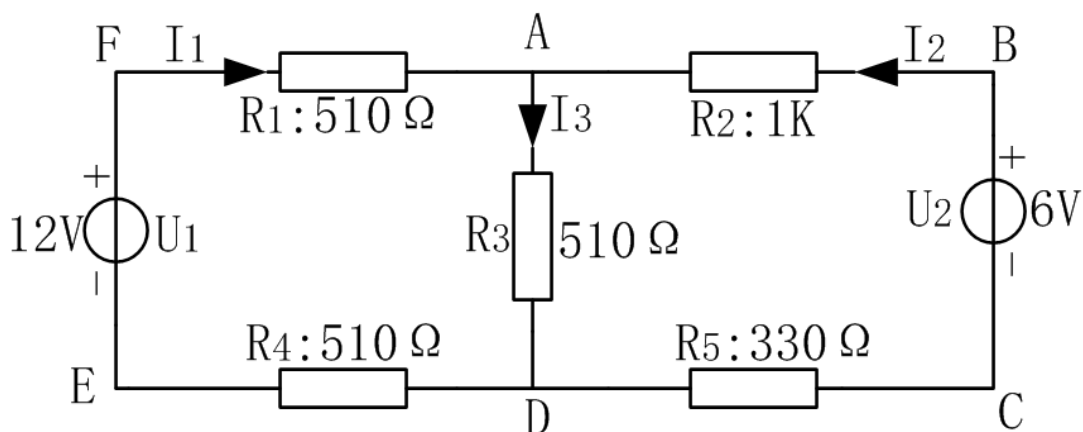

图 2-1
1. 实验前先任意设定三条支路和三个闭合回路的电流正方向。图 2-1 中的  $I_1$ 、 $I_2$ 、 $I_3$  的方向已设定。三个闭合回路的电流正方向可设为 ADEFA、BADCB 和 FBCEF。
1. 根据图 2-1 的电路参数，计算出待测的电流  $I_1$ 、 $I_2$ 、 $I_3$  和各电阻上的电压值，记入表中，以便实验测量时，可正确地选定电流表和电压表的量程。